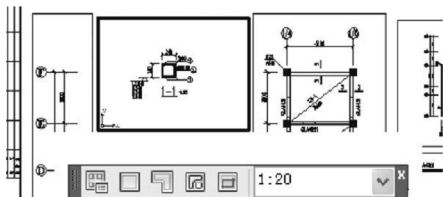

图 5.68 调整视图并设置出图比例
⑤ 将左上角视口设为当前视口，并将窗口调整至只显示“1—1 断面图”的状态，如图 5.68 所示。最后，在【视口】工具栏右侧的文本框内设置该图的出图比例为“1:20”。